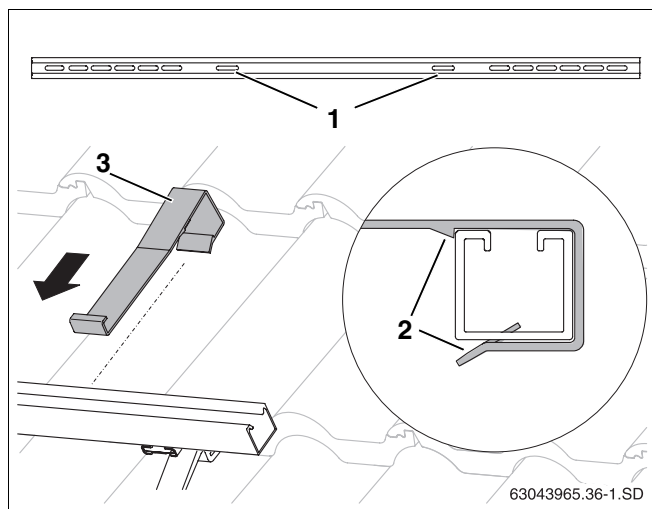

Fig. 34 Enganchar el seguro contra deslizamiento
- ▶ Deslice los seguros contra deslizamiento (fig. 34, **pos. 3**) en los correspondientes orificios ovalados interiores (fig. 34, **pos. 1**) sobre los perfiles guía hasta que encajen (fig. 34, **pos. 2**).